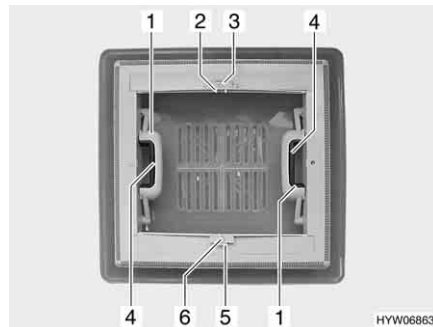

Fig. 66 Oblò a scatto
Apertura: ■ Premere la chiusura a scatto (Fig. 66,4) verso l'interno dell'oblò. Premere contemporaneamente verso l'alto l'oblò con la maniglia (Fig. 66,1).
Chiusura: ■ Tirare con forza verso il basso le due maniglie (Fig. 66,1) dell'oblò, fino a quando non scattano entrambe le chiusure.
Chiusura: ■ Premere l'arresto (Fig. 66,5) verso il lato esterno dell'oblò.
■ Tirare l'oscurante a rullo per la maniglia (Fig. 66,6) fino alla maniglia contrapposta della zanzariera a rullo (Fig. 66,2) e farla innestare.
Apertura: ■ Serrare la maniglia (Fig. 66,2). L'arresto si sblocca.
■ Ricondurre lentamente l'oscurante a rullo accompagnandolo con la maniglia (Fig. 66,6).
Chiusura: ■ Premere l'arresto (Fig. 66,3) verso il lato esterno dell'oblò.
■ Tirare la zanzariera a rullo per la maniglia (Fig. 66,2) fino alla maniglia contrapposta dell'oscurante a rullo (Fig. 66,6) e farla innestare.
■ Ricondurre lentamente la zanzariera a rullo accompagnandola con la maniglia (Fig. 66,2).